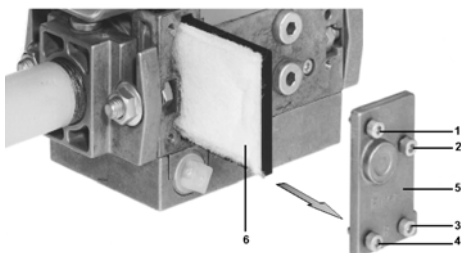

Рис. 27
- 2 Отвинтите винты 1 ÷ 4 шестигранным ключом № 3 и снимите крышку фильтра 5 на Рис. 27.